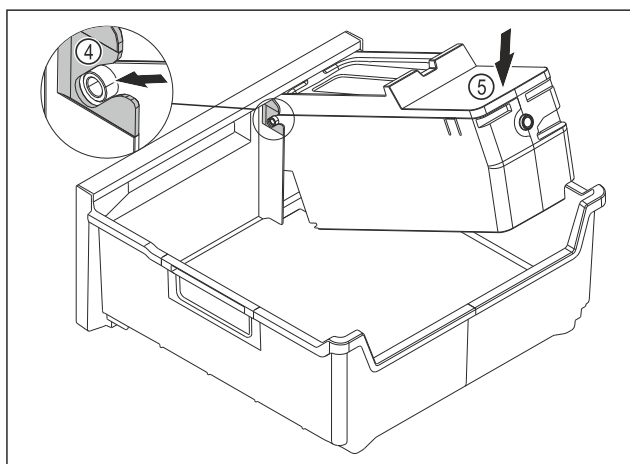

Fig. 135
- Izvadite tijelo sustava EasyTwist-Ice: Umetnite osovine tijela sustava EasyTwist-Ice u vodilice Fig. 135 (4).
- Pritisnite tijelo sustava EasyTwist-Ice Fig. 135 (5) otraga prema dolje.